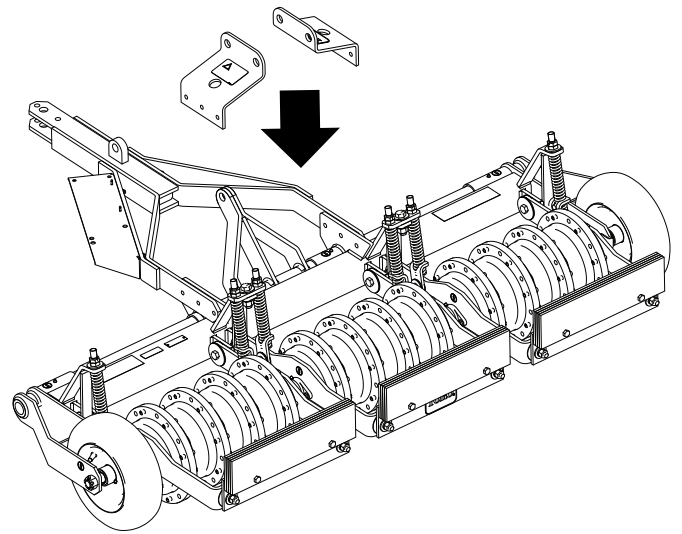

図 5
3. エアレータのブラケットは 図 5 のように整列させる。